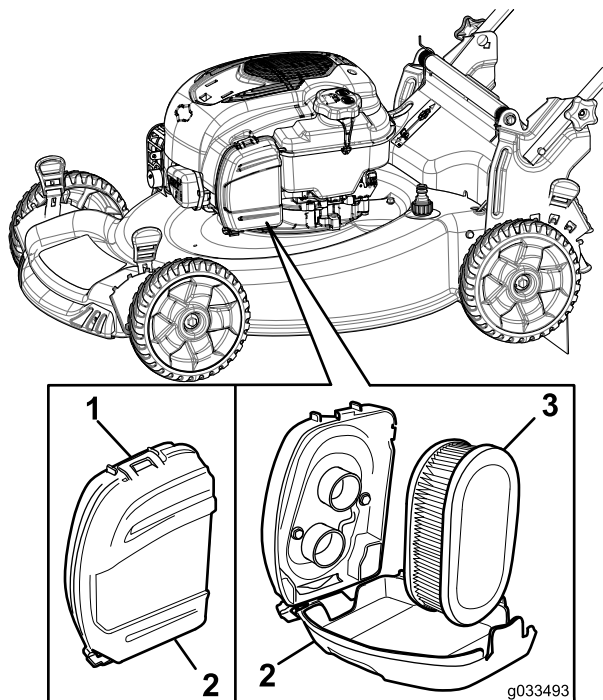

Bild 26
1. Lösen Sie das Oberteil der Luftfilterabdeckung (Bild 26).
2. Entfernen Sie den Luftfilter (Bild 26).